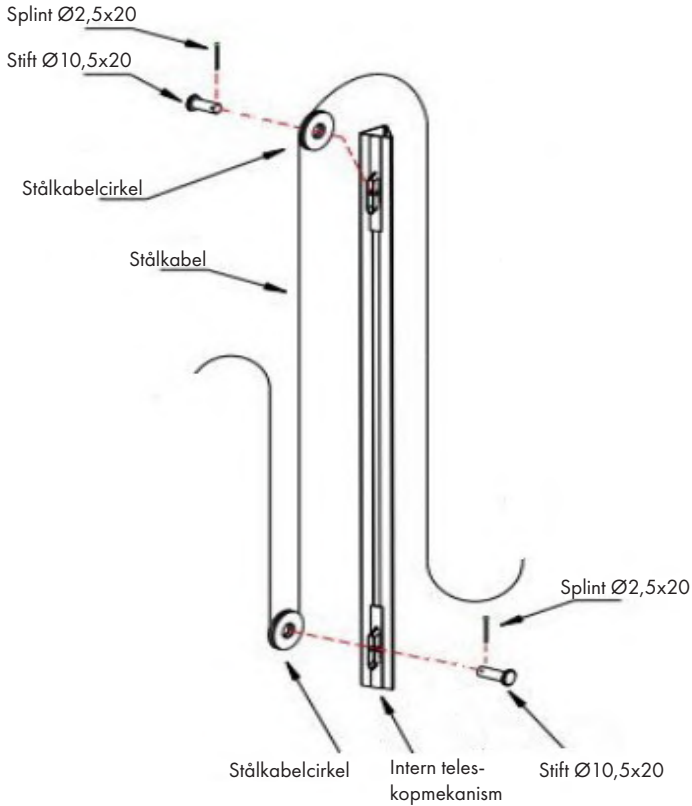

Bild 16
- Fortsätt att föra in kabeln i den interna teleskopmekanismen (som togs bort i ett tidigare steg). För in kabeln i dessa mekanismer och för in stålkabelcirkeln på ett sätt så att kabeln passerar genom dess radie. Anslut slutligen med stift Ø10,5x20 och sprint Ø2,5x20 enligt fig. 16.